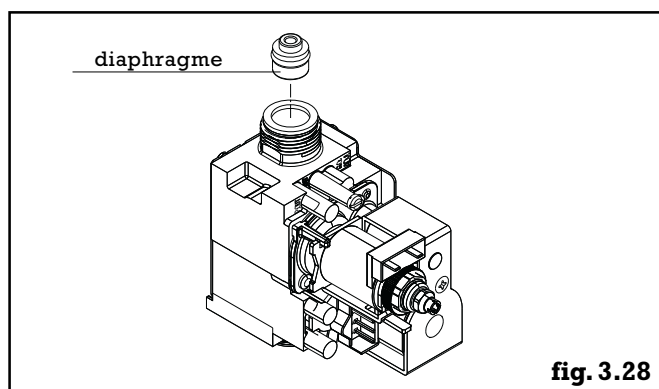

fig. 3.28
- démonter la tuyauterie gaz au niveau de la vanne gaz et retirer le diaphragme placé à la sortie de celle-ci dans le cas d'une transformation au GPL (fig.3.28). Mettre en place le diaphragme fourni avec le set dans le cas d'une transformation aux gaz naturels